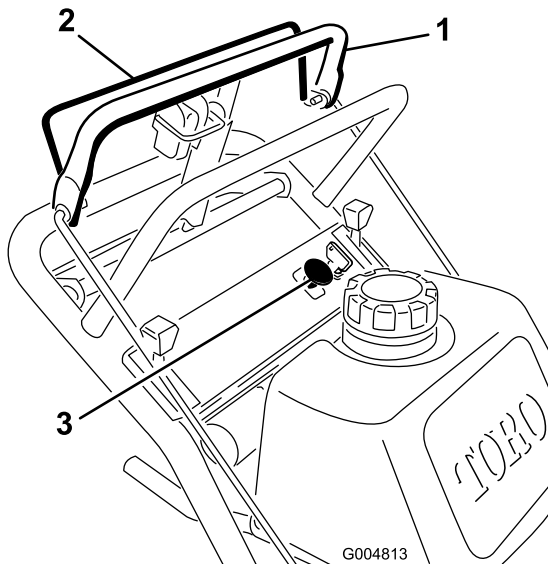

Figura 16
1. Suelte la barra de control superior para parar la máquina (Figura 16).
2. Para engranar la cuchilla, apriete la barra de control de las cuchillas contra la barra de control superior (Figura 16).
Suelte la barra de control de las cuchillas para desengranar las cuchillas (Figura 16).